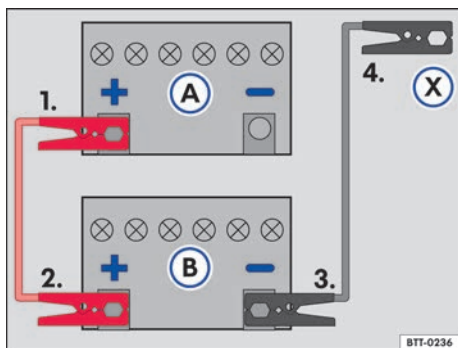

Fig. 176 Esquema para a conexão dos cabos auxiliares de partida: bateria do veículo descarregada (A) e bateria do veículo fornecedora de corrente (B).
Legenda para → Fig. 176:
Conectar o cabo auxiliar de partida somente na sequência 1 - 2 - 3 - 4 → Fig. 176.
- Conectar uma extremidade do cabo auxiliar de partida *vermelho* ao polo positivo (+) do veículo com a bateria do veículo descarregada → Fig. 176 (A) → ⚠️.
- Conectar a outra extremidade do cabo auxiliar de partida *vermelho* ao polo positivo (+) do veículo fornecedor de corrente (B).
- Conectar uma extremidade do cabo auxiliar de partida *preto* ao polo negativo da bateria do veículo fornecedor de corrente (B).
- Conectar a outra extremidade do cabo auxiliar de partida *preto* (X) no veículo com a bateria do veículo descarregada em uma peça maciça de metal aparafusada firmemente ao bloco do motor ou no próprio bloco do motor - porém não nas proximidades da bateria (A) → ⚠️.